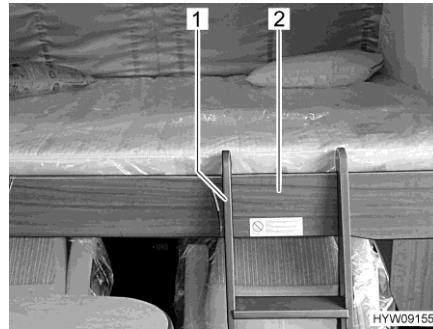

Bild 100 Aufstiegsleiter (Hubbett)
- Die Aufstiegsleiter (Bild 100,1) mit den beiden Bügeln in die Bettumrandung (Bild 100,2) am Hubbett einhängen. Beim Einhängen darauf achten, dass die Bügel an den innenliegenden Fixierungen anliegen. Damit ist ein seitliches Verschieben der Aufstiegsleiter ausgeschlossen.
- Die Aufstiegsleiter (Bild 100,1) aus der Bettumrandung (Bild 100,2) am Hubbett aushängen.